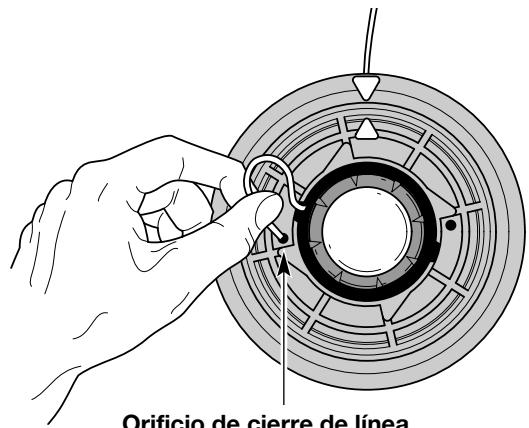

Fig. 43
- Inserte la línea en el orificio de cierre. No empuje la línea más de 12,7 mm (1/2 pulgada) dentro del orificio de cierre. Cuando la línea está bien insertada, formará un bucle pequeño (Fig. 43).